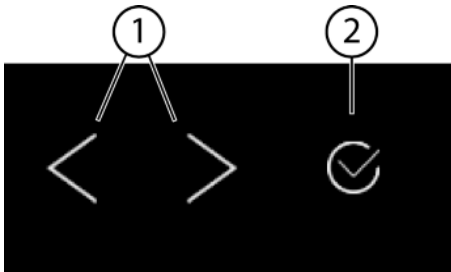
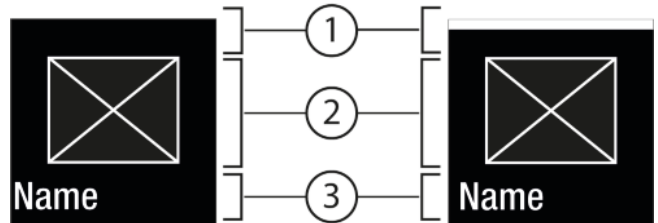
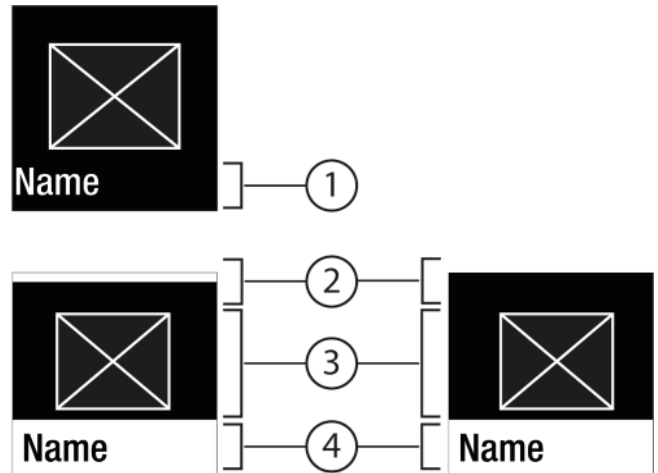

Fig. 5
Fig. 6
Fig. 7
- (1) Навігаційна стрілка ліворуч/праворуч (2) Підтвердити
Навігаційна стрілка ліворуч/праворуч: Fig. 5 (1):
Підтвердження Fig. 5 (2):
- Переходити навігаційною стрілкою ліворуч/праворуч Fig. 5 (1).
- Через Підтвердити Fig. 5 (2) функцію / налаштування активувати Fig. 6 (1) / деактивувати Fig. 6 (1).
- Натиснувши Підтвердити Fig. 5 (2) викликати підменю Fig. 7 (4).
- Налаштувати нове значення: Натиснувши Підтвердити *Fig. 5 (2)* вибрати деактивоване значення *Fig. 6 (1)*.
- Назад в меню: Натиснувши Підтвердити *Fig. 5 (2)* вибрати вже активоване значення *Fig. 6 (2)*.
- ▶ Натискайте навігаційні стрілки *Fig. 5 (1)* до появи функції.
- ▶ Натисніть Підтвердити *Fig. 5 (2)*.
- ▶ Навігаційною стрілкою *Fig. 5 (1)* вибрати значення налаштування.
- ▷ Статус: активовано *Fig. 6 (1)* з'являється скоро в підменю *Fig. 7 (4)*.
- ▶ Натискайте навігаційні стрілки *Fig. 5 (1)* до появи налаштувань .
- ▶ Натискайте навігаційні стрілки *Fig. 5 (1)* до появи потрібного налаштування.
- ▶ Підтвердити *Fig. 5 (2)* утримувати натиснутим протягом 3 секунд.